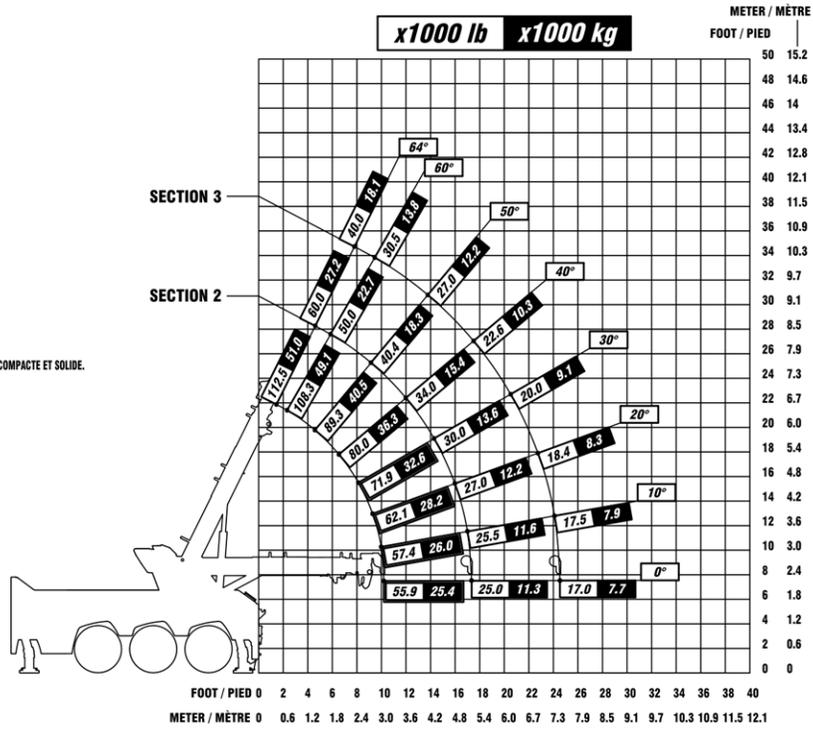

FIGURE 15 – CAPACITÉ DE LEVAGE DU MODÈLE CSR50 À PARTIR DE L'ARRIÈRE
- Figure 15 — Capacité de levage du modèle CSR50 à partir de l'arrière